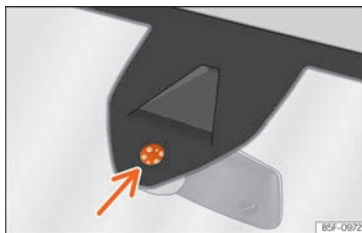

Abb. 103 Sensitive Fläche des Regensensors.
Mögliche Ursachen für Störungen und Fehlinterpretationen im Bereich der sensitiven Fläche » » Abb. 103 des Regensensors sind u. a.:
- Sensitive Fläche des Regensensors » » Abb. 103 regelmäßig reinigen und Scheibenwischerblätter auf Beschädigungen prüfen (Pfeil).